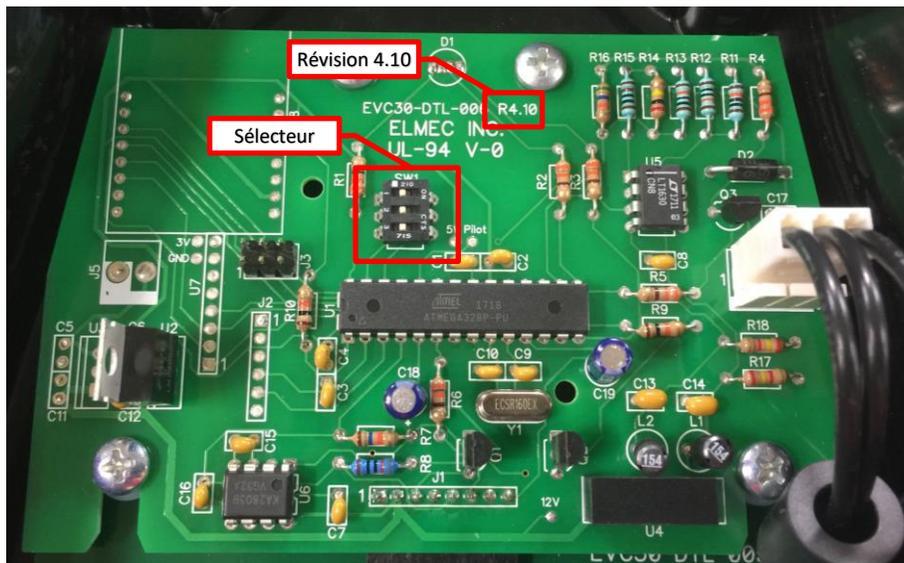
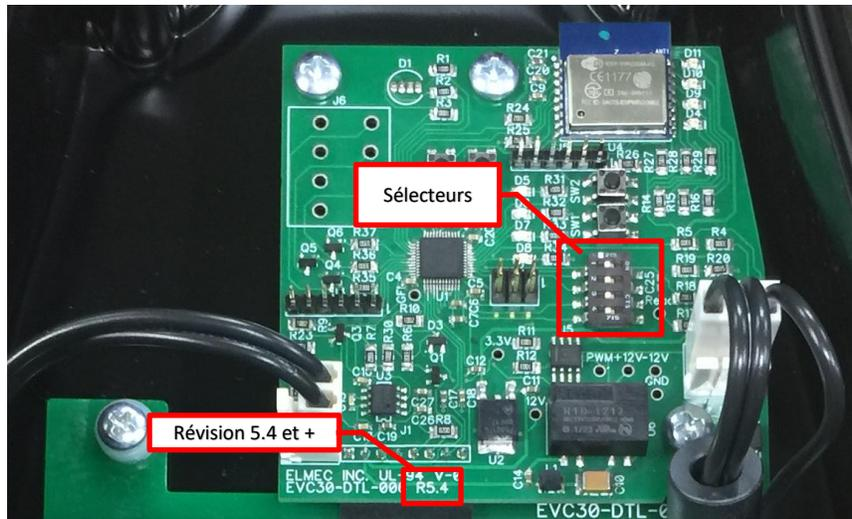

Figure 7 : Position du sélecteur (SW1, R4.10)
Figure 8 : Position du sélecteur (SW5, R5.4 et +)
- 5- À l'aide d'un petit tournevis à tête plate, modifier l'état des sélecteurs en déplaçant les petits leviers blancs vers la gauche ou vers la droite selon la valeur désirée. Se référer à la Figure 7 et à la Figure 8 ainsi qu'au Tableau 5 et au dépendamment de la révision du circuit électronique installé.